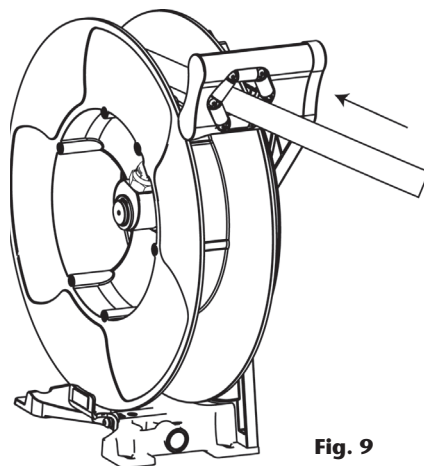

Fig. 9
5. Libérer le cliquet tirant doucement sur le flexible et rembobiner lentement et complètement le tuyau en l'accompagnant (fig. 9).